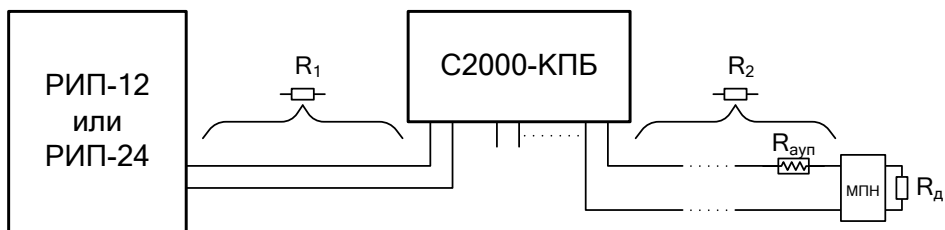

Рисунок 7. Рекомендуемая схема подключения АУП
4.3.6 Подключите АУП согласно схеме на рис. 7. Длина соединительных проводов, используемых для подключения АУП, и сопротивление добавочного резистора должны быть такими, чтобы обеспечивался требуемый ток срабатывания электроактиватора.
4.4.2 Разместите источник питания на таком расстоянии, чтобы сопротивление проводов между источником питания и блоком R_1 (см. рис. 7) удовлетворяло условию: